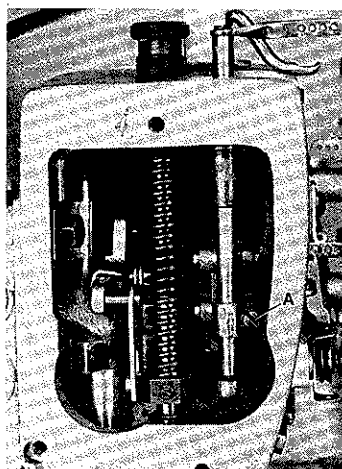
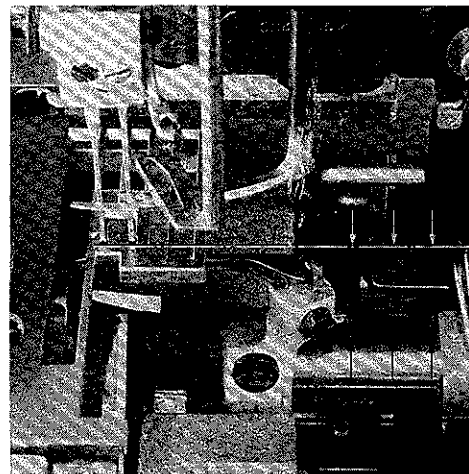
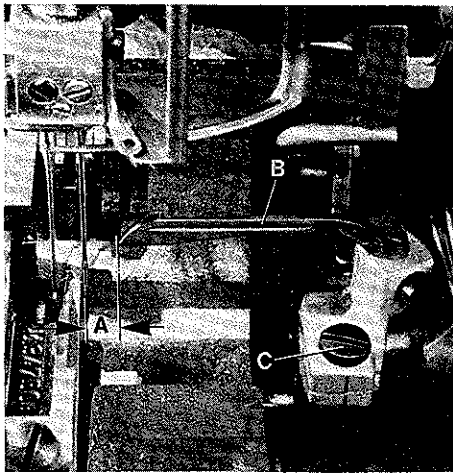
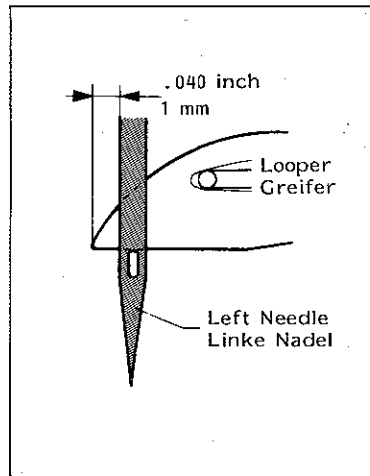

Fig.16
Fig.17
Fig.18
Fig.19
3. Loosen screw (A, Fig. 16) and turn needle bar as required, so the needles center in the needle holes of throat plate and are parallel to the looper shaft (see Fig. 17). This can be checked by holding a ruler against the needles.
4. Retighten screw (A, Fig. 16).
Turn the pulley until the looper (B, Fig. 18) is at its farthest position to the right. In this position the distance (A, Fig. 16) from the center of the right needle to the point of looper should be 4,8 mm ($3/16$ in.) on the two-needle 8, 10 and 12 gauge styles and 4,0 mm ($5/32$ in.) on the three-needle 16 gauge styles. Looper gauges No. 21225-3/16 and No. 21225-5/32 can be used advantageously in making this setting.
The height of needle bar is correct, when the looper point at its travel from right to left is 1 mm (.040 in.) left of the left needle (see Fig. 19) and the top of the needle eye is flush with the underside of the looper. For adjustment loosen screw (A, Fig. 16) and move needle bar up or down as required. Retighten screw (A).
* The needle bar can also be aligned and set to height without removing the Metering Device. For this, remove plug (Q, Fig. 57) in the head cover plate to have access to screw (A, Fig. 16) in the needle bar connection. Remount the plug.
3. Lösen Sie die Schraube (A, Fig. 16) und drehen Sie die Nadelstange so, daß die Nadeln mittig in die Stichlöcher der Stichplatte einstechen und parallel zur Greiferwelle stehen (siehe Fig. 17). Dies kann durch Anlegen eines Lineals an die Nadeln geprüft werden.
4. Ziehen Sie die Schraube (A, Fig. 16) wieder an.
Drehen Sie am Handrad bis der Greifer (B, Fig. 18) in seiner rechten Einstellung ist. In dieser Stellung muß der Abstand (A, Fig. 18) zwischen Mitte rechter Nadel und Greiferspitze 4,8 mm ($3/16$ in.) bei den Zweinadel 8, 10 und 12 gauge Maschinen und 4,0 mm ($5/32$ in.) bei den Dreinadel 16 gauge Maschinen sein. Die Greifereinstelllehren Nr. 21225-3/16 und Nr. 21225-5/32 erleichtern diese Einstellung.
Die Nadelstangenhöhe ist richtig eingestellt, wenn die Greiferspitze bei ihrem Weg von rechts nach links 1 mm links der linken Nadel steht (siehe Fig. 19) und Oberkante Nadelöhr und Unterkante Greifer in gleicher Höhe stehen. Lösen Sie für diese Einstellung die Schraube (A, Fig. 16) und schieben Sie die Nadelstange nach Bedarf nach oben oder unten. Ziehen Sie die Schraube (A) wieder an. Beachten Sie, daß bei dieser Einstellung die Nadelstange nicht verdreht wird.
* Die Nadelstange kann auch ohne Abbau der Zumeßeinrichtung (Metering Device) ausgerichtet und auf die Höhe eingestellt werden. Entfernen Sie dazu den Verschlusstopfen (Q, Fig. 57) in der Kopfdeckelplatte, damit die Schraube (A, Fig. 16) im Nadelstangen-Mitnehmer zugänglich wird. Montieren Sie den Verschlusstopfen wieder.
For adjustment loosen clamp screw (C, Fig. 18) and rotate the looper holder as required. Retighten the clamp screw. Always check the looper gauge setting after setting the looper to back of the needle, and conversely, always check the setting of the looper to the back of the needle after setting the looper gauge.
Zur Einstellung lösen Sie die Pratzschraube (C, Fig. 18) und verdrehen den Greiferhalter entsprechend. Ziehen Sie die Schraube wieder an. Überprüfen Sie immer den Greiferabstand nachdem Sie den Greifer zur Nadelrückseite eingestellt haben und umgekehrt, prüfen Sie immer die Stellung des Greifers zur Nadelrückseite, wenn Sie den Greiferabstand eingestellt haben.